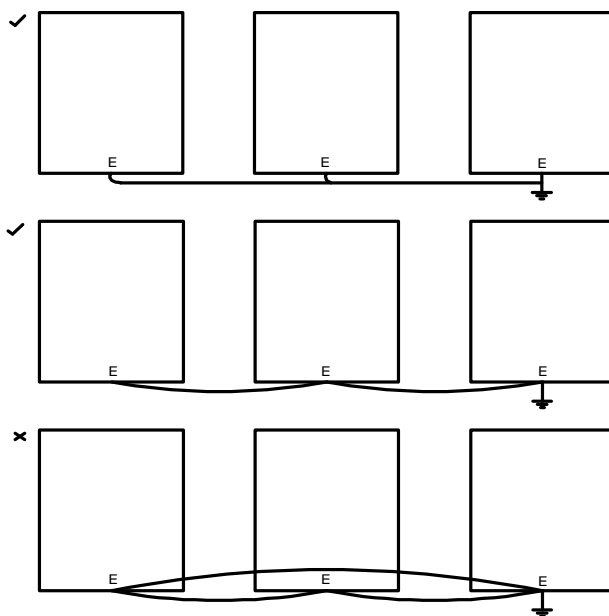

图 3-13 接地线连接方法
- ② 接地线切勿与焊机或动力设备共用。
- ③ 接地线请按电气设备技术标准所规定的导线线径规格，并与接地点尽可能短。
- ④ 同时使用两台以上变频器的场合，请勿将接地线形成回路。正确接地方法与错误接地方法如图 3-13 所示。